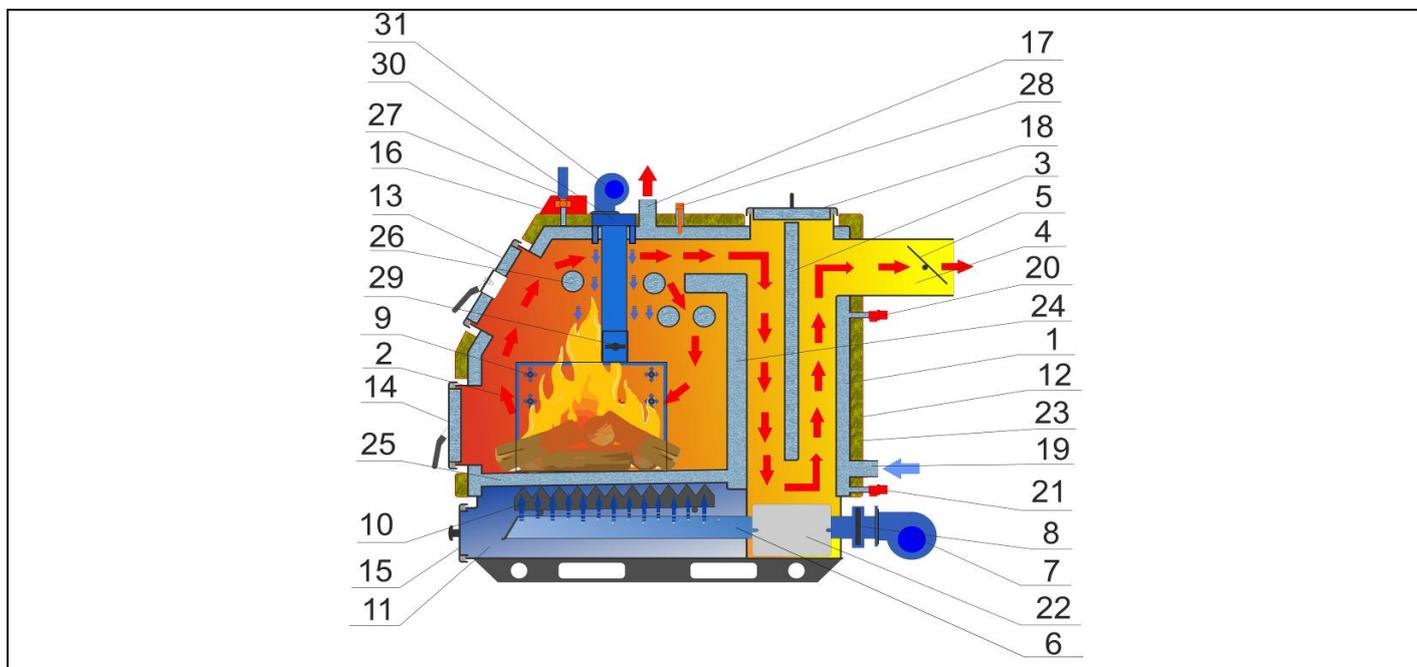

Рис.2 Строение котла «Ретра-3М» мощностью 25-98кВт
3.1 Котел выполненный в виде герметически сваренного теплообменника прямоугольной формы со скосом впереди (см. Рис.2) и состоит из следующих основных частей: конвективно-контактного стального теплообменника 1 с камерой сгорания (топкой) 2, которая охлаждается водой, прямой перегородки 3, дымохода 4 с поворотным шибером газохода 5, коллектора 6, который вместе с вентилятором 7 и шибером регулирования воздуха 8 составляют систему подачи первичного воздуха. Система подачи вторичного воздуха состоит из вентилятора 31, из верхних и боковых коллекторов подачи и распределения воздуха 9, 30 и шиберов регулировки подачи воздуха 29. В нижней части котла находится разрыхлитель топлива 10 (Устанавливается на всех выше указанных модификациях, кроме модификации «Ретра 100-3М»), камера поддувала 11, которая одновременно выполняет функцию камеры накопления золы.
3.2 Принцип работы котла (см. Рис.2). Вода из системы теплоснабжения поступает в котел через патрубок обратки 19, растекается по всем внутренним пустотам теплообменника и через его металлические стенки отбирает тепло от топлива, которое горит (контактным способом в топке), и от газообразных продуктов сгорания (конвективным способом в других частях теплообменника). Нагретая вода через патрубок подачи 17 поступает в систему теплоснабжения.